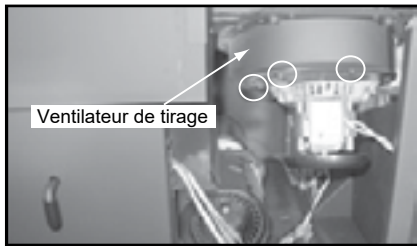

Figure 25.1
4. Il y a une plaque amovible sur le ventilateur de tirage. Selon le modèle, utilisez une douille 1/4 po, une clé à écrou 1/4 po ou un tournevis Phillips no 2 pour desserrer les 6 vis dans les ouvertures en forme de trou de serrure, et faire pivoter la plaque. Il n'y a qu'à desserrer les vis (**Figure 25.1**).